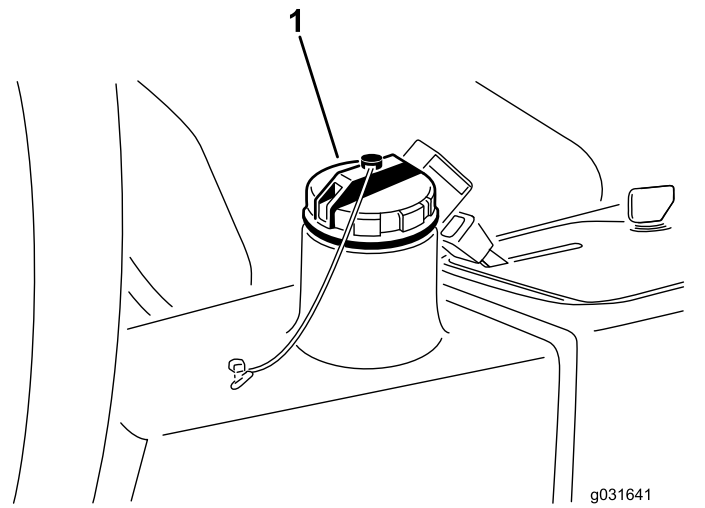

Figura 67
4. Encha o reservatório (Figura 67) com aproximadamente 13,2 litros de fluido hidráulico; consulte Verificar o sistema hidráulico \(página 60\).